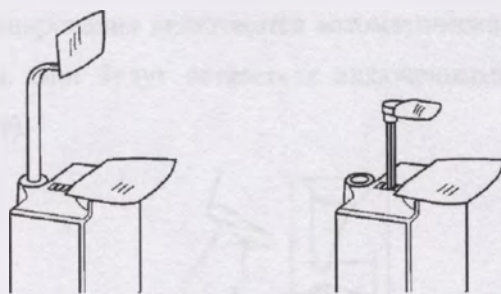

Рисунок 21
8.1.1.5 Наденьте защитные одноразовые чехлы на упор для подбородка, шаблон прикуса и держатель губы (см. рисунок 21), а также чехлы держателя головы пациента, опоры для лба, опоры для виска.